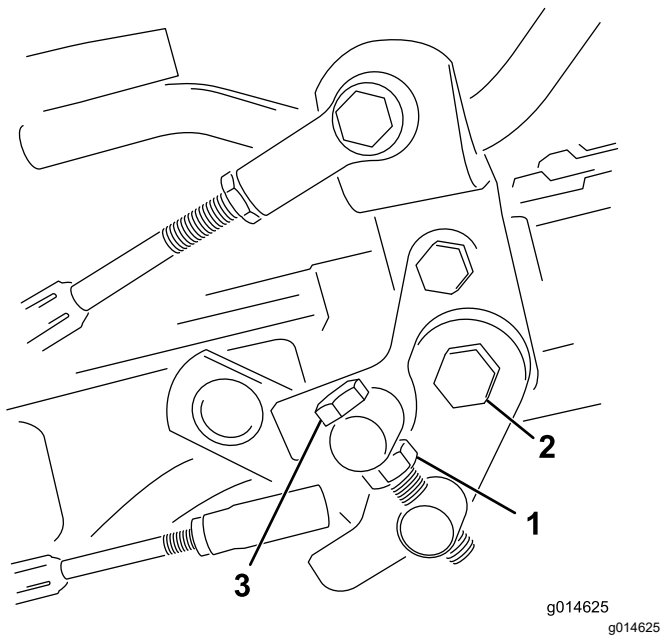

図 37
1. トラニオンボルトのジャムナットをゆるめる 図 37。
- 4. トラニオンボルトのジャムナット、およびペダルピボットのナットを締め付けて調整を固定する 図 37。調整を確認し、必要に応じて再調整する。